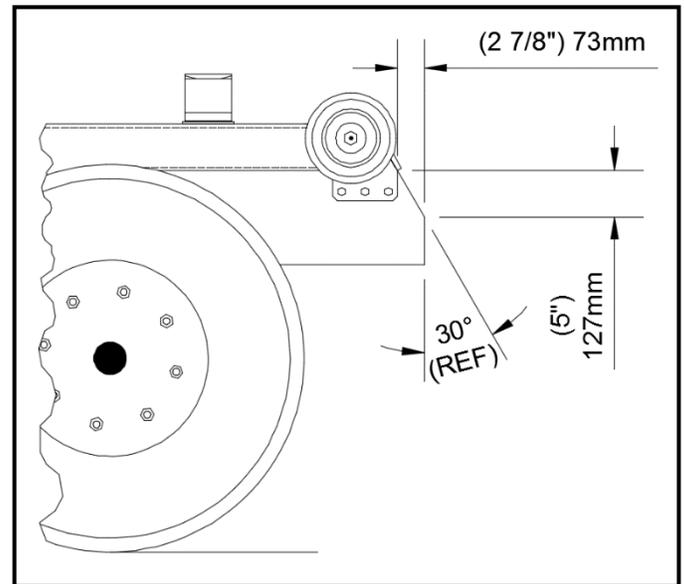

Figura 1
2. Corta el riel del chasis a las dimensiones indicadas (Vea Figura 1). Puede ser que este paso ha sido completado si el parachoques fue instalado previamente.